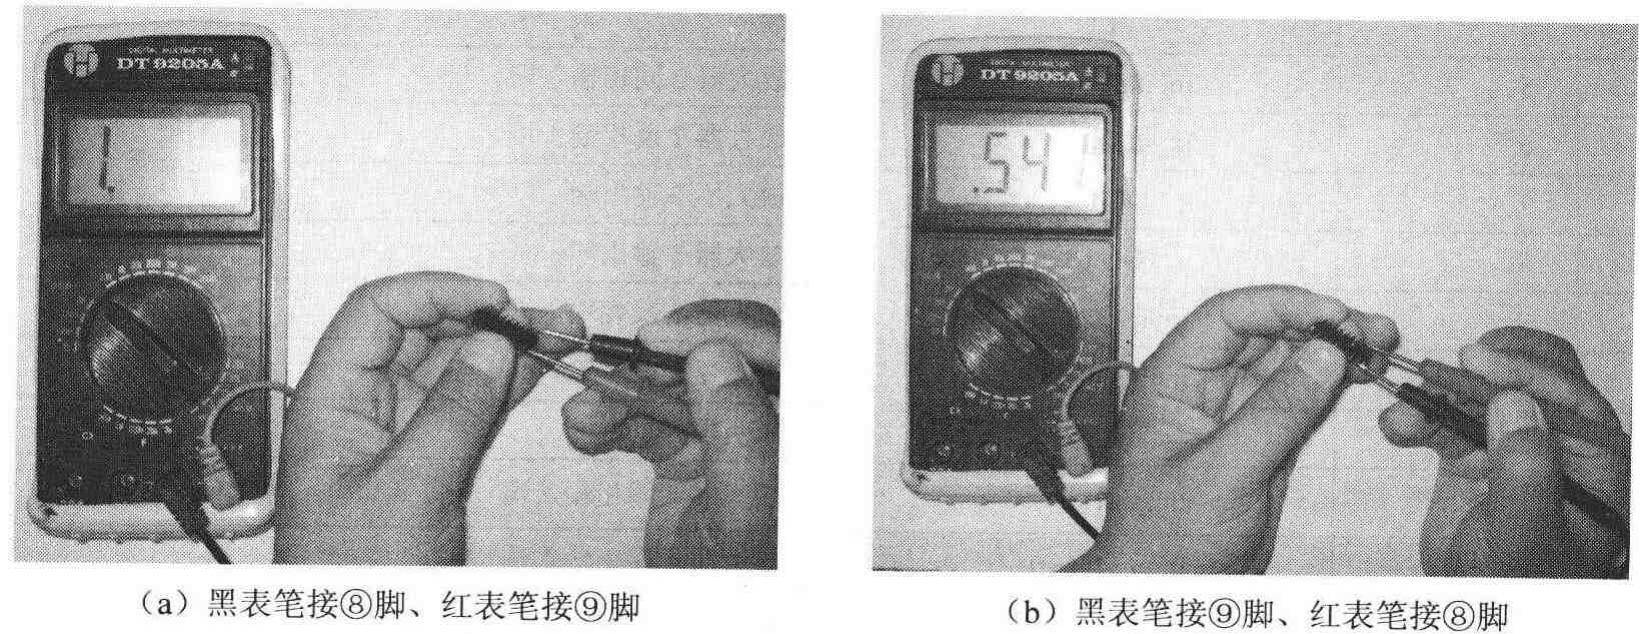

图 5-29 ULN2003 的供电端子对地阻值检测示意图
(2) ULN2003/ $\mu$ PA2003/MC1413/TD62003AP/KID65004 的供电端子的检测
ULN2003/ $\mu$ PA2003/MC1413/TD62003AP/KID65004 的供电端⑨脚和接地端⑧脚间的正、反向电阻的检测如图 5-29 所示。